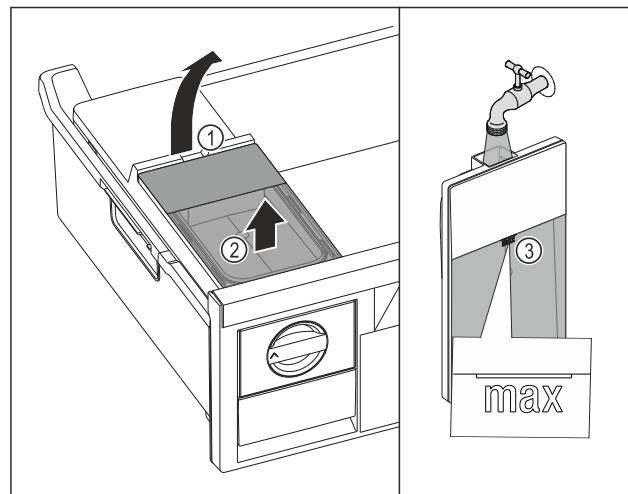

Fig. 71
- Nádržku na vodu nadvihnite za vybranie Fig. 71 (1).
- Nádržku na vodu odoberte nahor. Fig. 71 (2)
- Nádržku na vodu napľňte pitnou vodou po značke Fig. 71 (3).